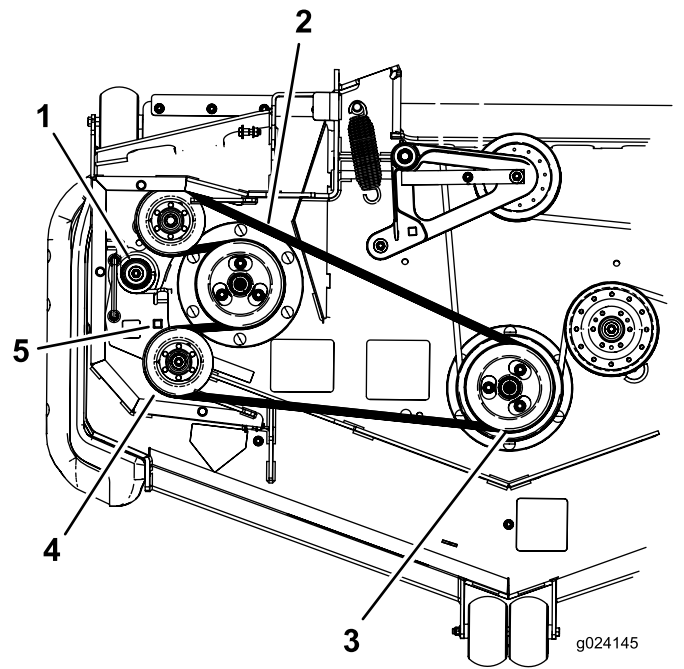

Figura 89
7. Utilize uma lingueta no orifício quadrado no braço intermédio para retirar a tensão da mola intermédia (Figura 89).
8. Retire a correia da polia da plataforma do cortador (Figura 89).
9. Retire a correia das restantes polias (Figura 89).
11. Utilizando um trinco no orifício quadrado, retire a tensão da mola e passe a nova correia em torno da polia intermédia (Figura 89).